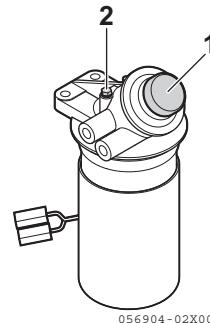

Figure 4
3. Allentare la vite di spурgo dell'aria (**Figure 4, (2)**) di due o tre giri.
4. Premere sulla pompa di innesco (**Figure 4, (1)**) per far uscire l'aria dalla vite di spурго dell'aria.